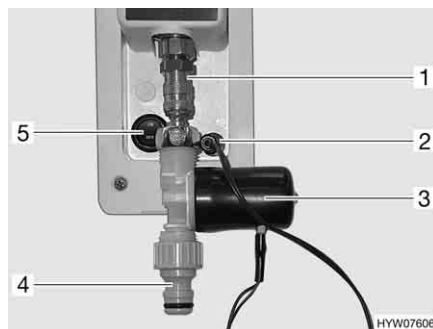

Fig. 150 Allacciamento acqua potabile COLORADO
Inserire l'unità valvola sul gancio della chiusura rapida (Fig. 150,1) sul veicolo.
- Inserire un tubo flessibile per l'acqua con il gancio, sul gancio della chiusura rapida (Fig. 150,4).
- Inserire la spina (Fig. 150,2) per l'alimentazione elettrica della valvola di non ritorno (Fig. 150,3).
- Portare l'interruttore a bilico (Fig. 150,5) in posizione "OFF". La pompa dell'acqua nel veicolo non è in funzione.
- Portare l'interruttore a bilico (Fig. 150,5) in posizione "ON". La pompa dell'acqua nel veicolo è di nuovo in funzione.
- Estrarre la spina (Fig. 150,2) per l'alimentazione elettrica della valvola di non ritorno.
- Spingere verso l'alto l'anello di fissaggio sul gancio della chiusura rapida (Fig. 150,1), rimuovere l'unità valvola e depositarla in un ambiente protetto dal gelo.